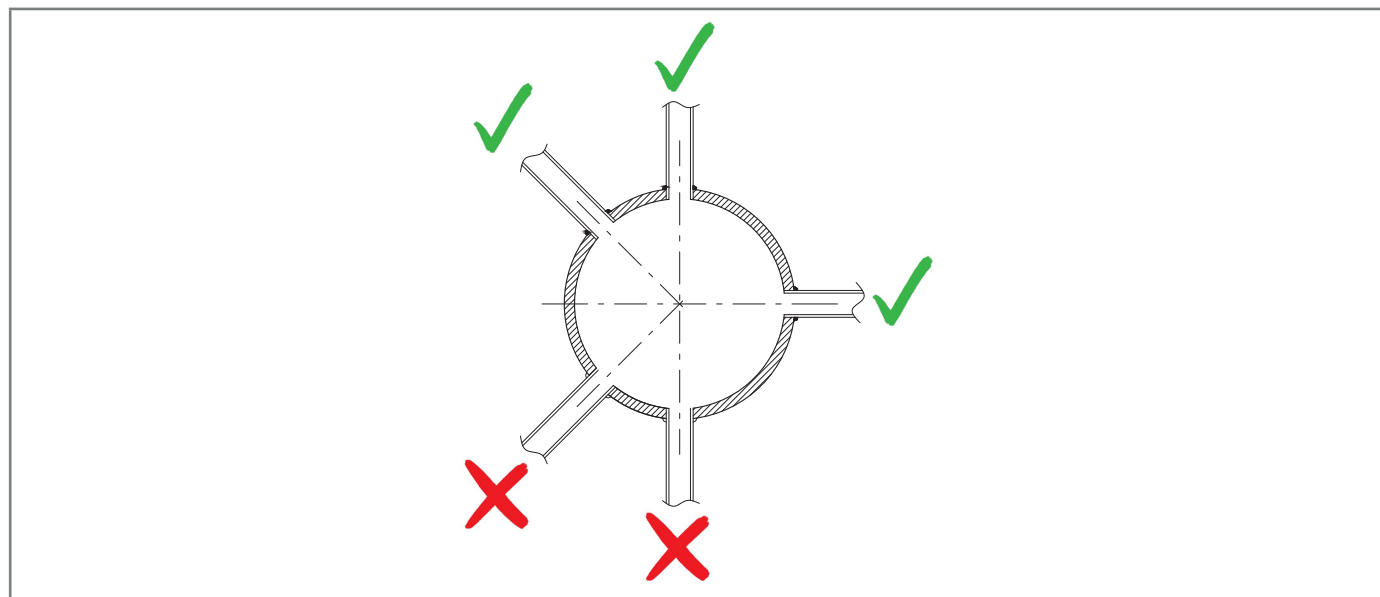

Fig. 6.17. Attacchi saldati della tubazione
- gli attacchi della connessione pneumatica siano sempre saldati sulla parte superiore o sull'asse orizzontale della tubazione stessa (fare riferimento alla fig. 6.17);